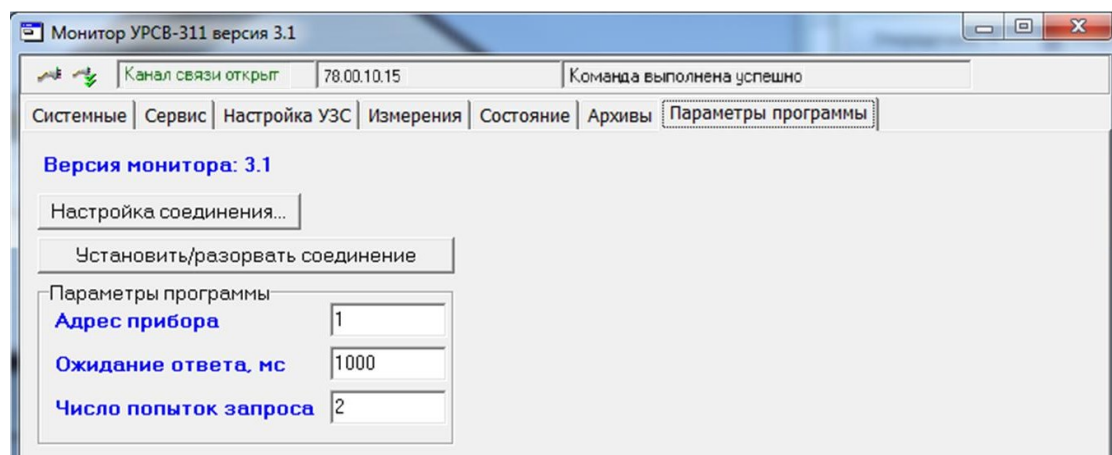

Рис.14. Вид вкладки «Параметры программы».
4.1.7. На вкладке «Параметры программы» (рис.14) выполняется настройка параметров связи расходомера, подключаемого к сети приборов по интерфейсу RS-485.
- закрыть канал связи прибора с ПК, нажав на кнопку  в левом верхнем углу окна приложения «Монитор УРСВ-311» (рис.14);